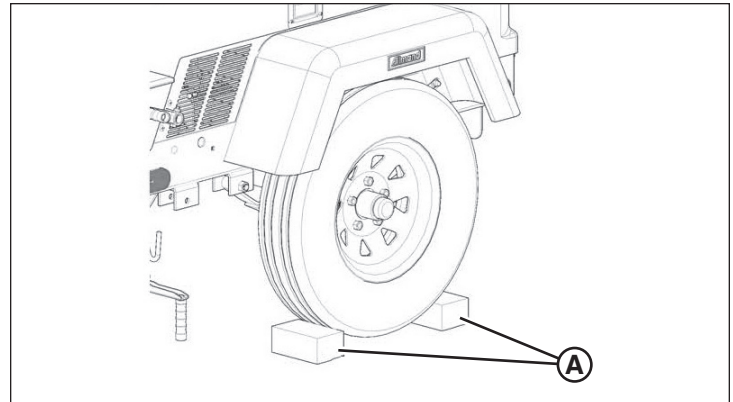

Figure 11
2. Bloquer chaque roue sur chaque côté avec une cale adéquate (A, Figure 11).